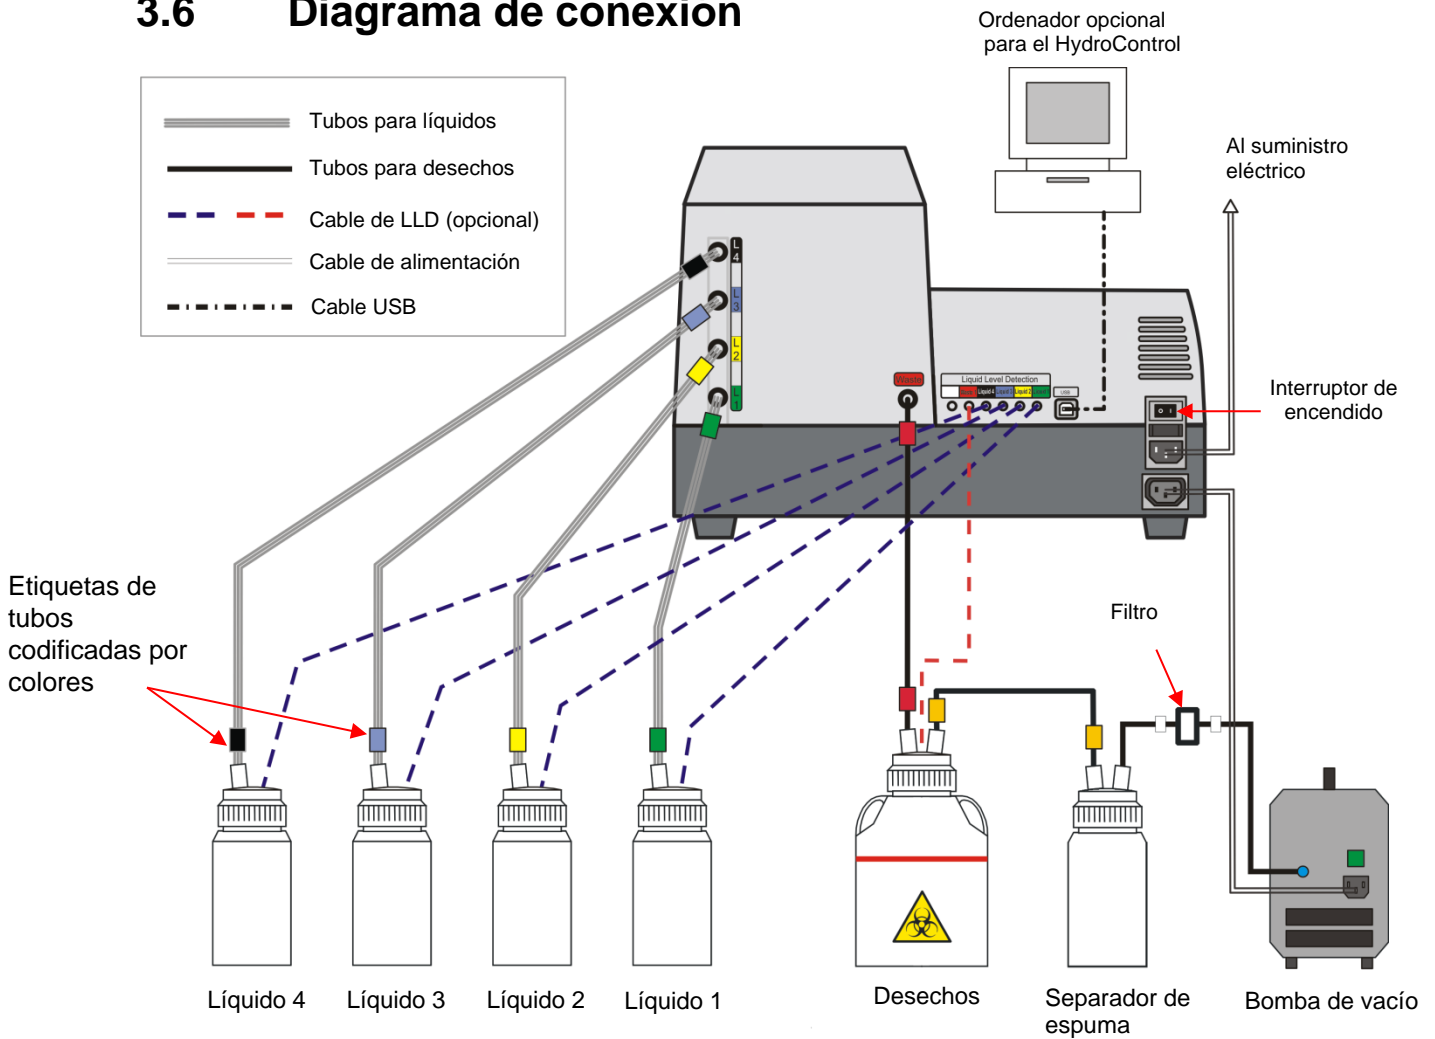

Fig. 2 Diagrama de conexión
6. Conecte la botella de desechos al separador de espuma mediante el tubo codificado por colores suministrado (ver Fig. 2 Diagrama de conexión).
7. Conecte el separador de espuma a la bomba de vacío mediante el tubo con el filtro integrado (ver Fig. 2 Diagrama de conexión).